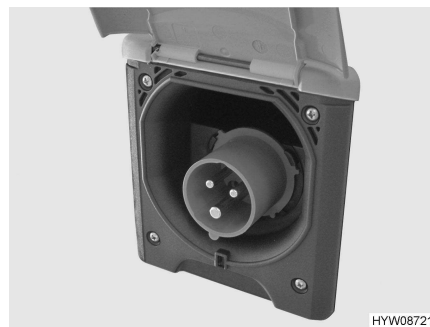

Fig. 71 Collegamento a 230 V al veicolo (presa CEE)
- Aprire la copertura del collegamento a 230 V sul veicolo (Fig. 71) e inserire l'innesto rapido. Verificare che il nasello di innesto del coperchio ribaltabile teso a molla sia innestato.